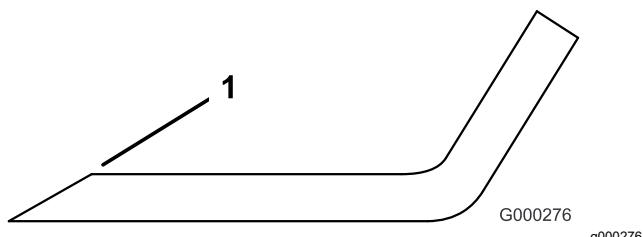

Figura 27
4. Examinai marginile de tăiere ale tuturor lamelor i ascui-le dacă sunt tocite sau crestate (Figura 27).
Notă: Ascuii doar partea superioară a marginii de tăiere i meninei unghiul de tăiere iniial pentru a asigura ascuirea (Figura 27). Lama rămâne echilibrată dacă este îndepărtată aceeași cantitate de metal de pe ambele margini de tăiere.